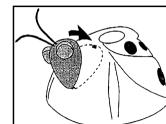

Ilustración 2
- Instalación de la cabeza** – Insertar la lengüeta de fijación situada en la parte inferior de la cabeza en el orificio correspondiente del cuerpo del limpiafondos. Girarla parte superior de la cabeza hacia adelante. Alinear la lengüeta con el orificio superior. Aplicar una presión hacia adelante hasta que la cabeza quede bloqueada en su sitio. (Ver ilustración 2)